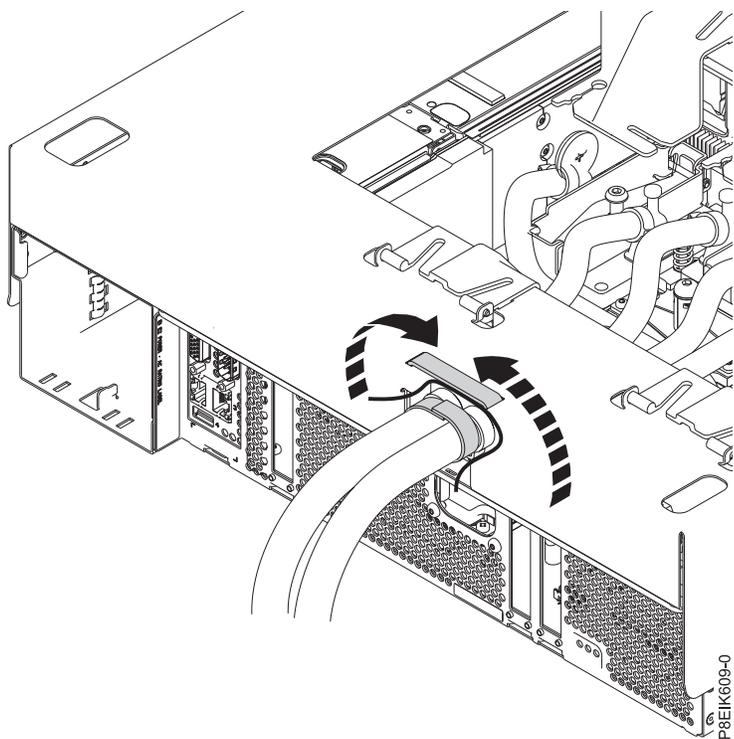

図 10. キャリアへの冷却水ホースの固定： キャリアには、冷却プレート・アセンブリーとキャリアの全体を移動するときに、冷却水ホースを保持するための面ファスナーが付いています。
- キャリアには、冷却水ホースを保持する面ファスナーが付いています (10 ページの図 10 を参照)。